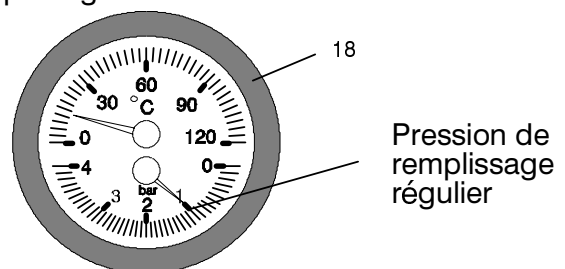
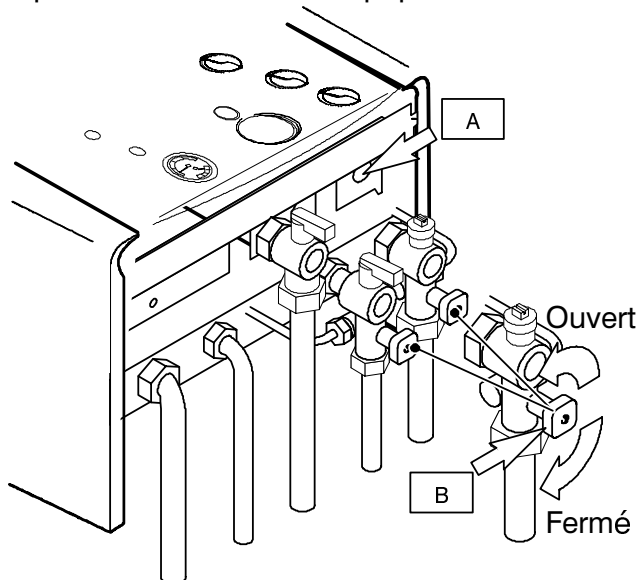

Fig. 3.3
Fig. 3.4
Il faut vérifier la pression sur le thermomanomètre (18 – Fig. 3.3) et éventuellement compléter le remplissage.
Dévisser les robinets de remplissage (B – Fig. 3.4) placé sous la chaudière et, en même temps, vérifier sur le thermomanomètre (18 – Fig. 3.3) la pression du circuit de chauffage.
**Si la pression au thermomanomètre (18 – Fig. 3.3) a baissé...**
il faut ajouter à nouveau de l'eau dans l'installation de chauffage de manière à ce que la pression atteigne une valeur adéquate (Fig. 3.3).
**Si l'eau déborde de la soupape de sûreté (A – Fig. 3.4)...**
contrôler si le robinet de remplissage (B – Fig. 3.4) est bien fermé ou bien.
Contrôler sur le thermomanomètre (18 – Fig. 3.3) que la pression du circuit de chauffage n'ait pas une valeur proche de 3 bar. Dans ce cas, une hausse de la température du circuit pourrait provoquer l'ouverture de la soupape de sûreté.
Afin que cette situation ne se produise pas, nous vous conseillons de vidanger une partie de l'eau de l'installation à travers les purgeurs qui se trouvent sur les radiateurs de manière à ramener la pression à une valeur régulière (Fig. 3.3).